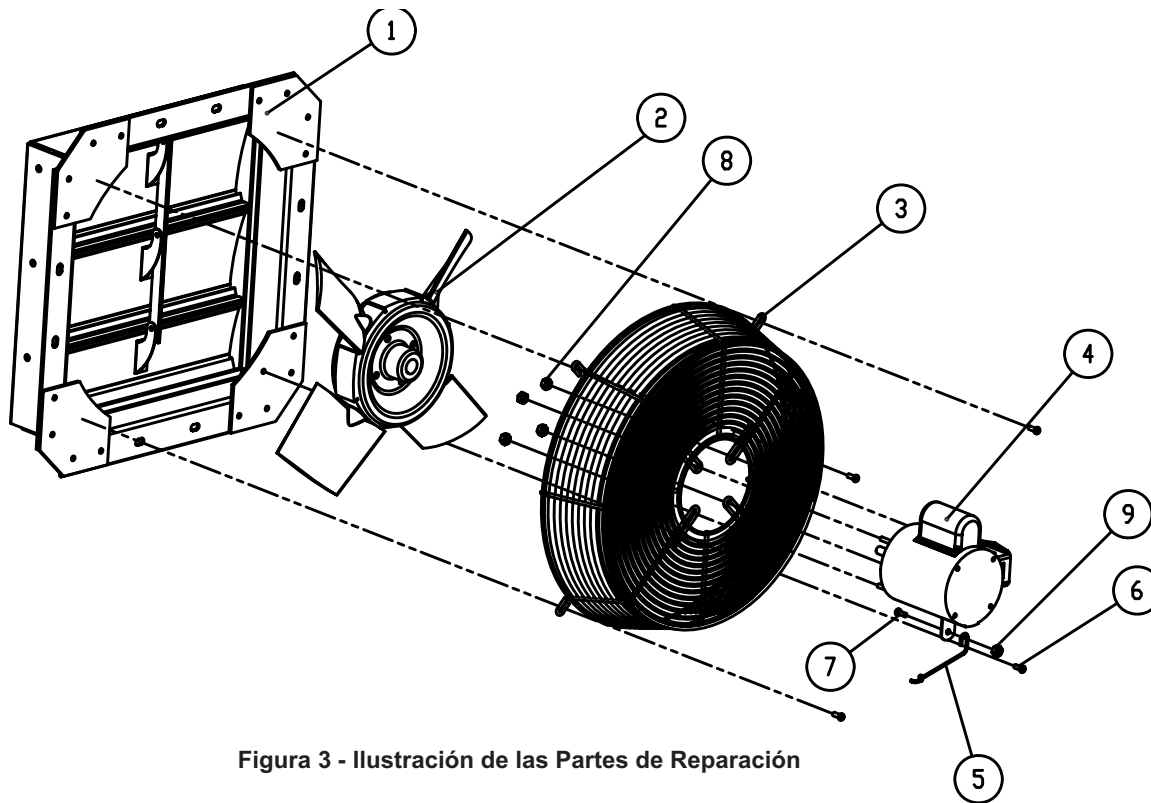

Figura 3 - Ilustración de las Partes de Reparación
2. Consulte la ilustración de la posición de las piezas (Figura 3).
2. Motor defectuoso	2. Reemplace el motor (véase la Figura 3)